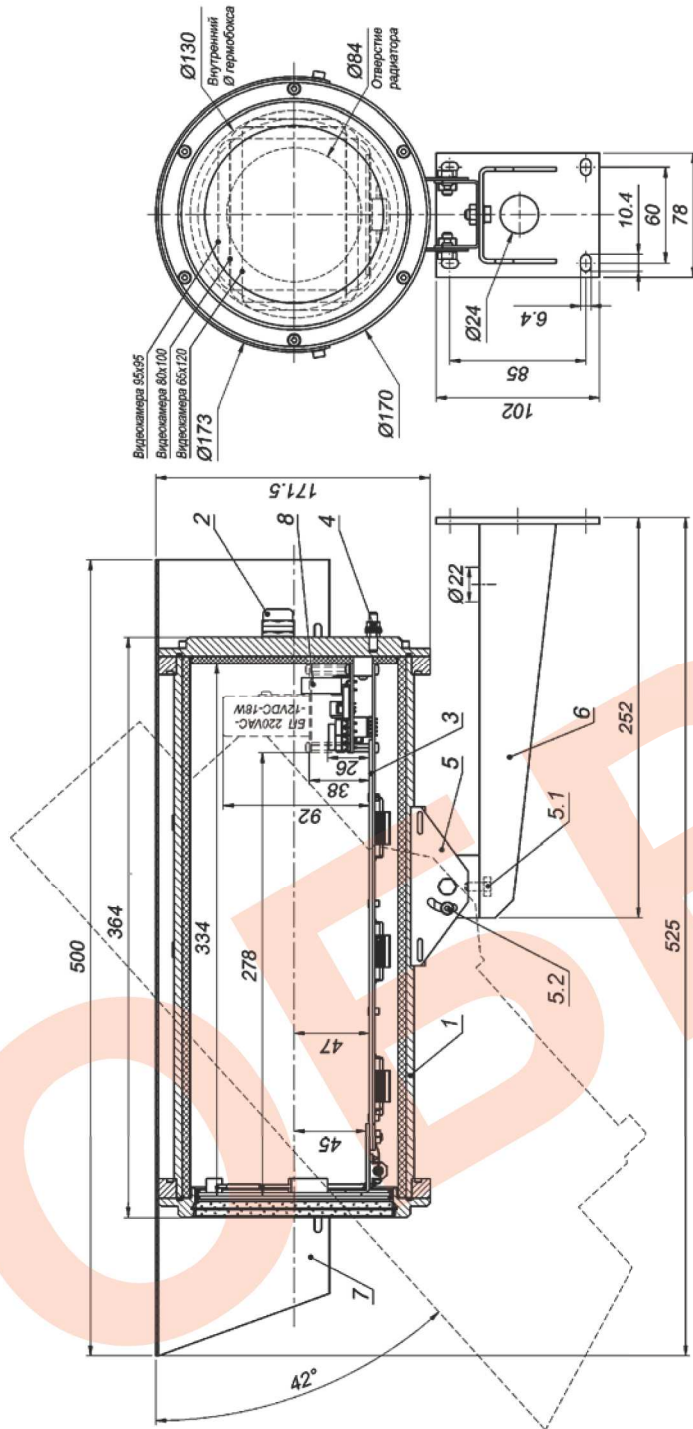

Рис.1 Состав и габаритно-установочные размеры ТГБ-11
| 9 | Габаритные размеры | см. рис.1 | | | | |
В состав изделия входят (см. рис.1):
2. Выдвинуть модуль видеокамеры (поз.3 рис.1) из кожуха.
8. Ослабив болты и винты фиксации шарнира (поз.5.1 и 5.2 рис.1), установить гермовокс на нужное направление обзора, после чего надежно зафиксировать шарнир затянув выше перечисленные болты и винты.
9. Заземлить гермовокс с помощью болта заземления (поз.4 рис.1).